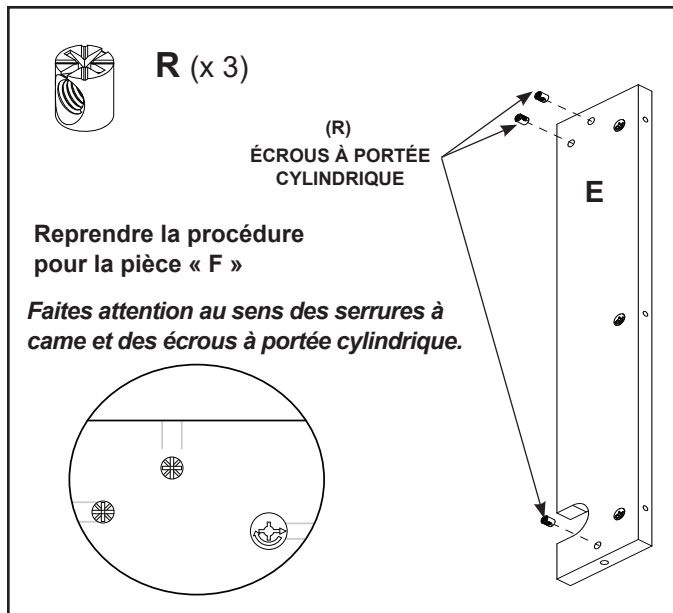

Figure 10
- Installez trois (03) écrous à portée cylindrique (R) dans la pièce « E ». Voir la figure 10. Reprendre la procédure pour la pièce « F »